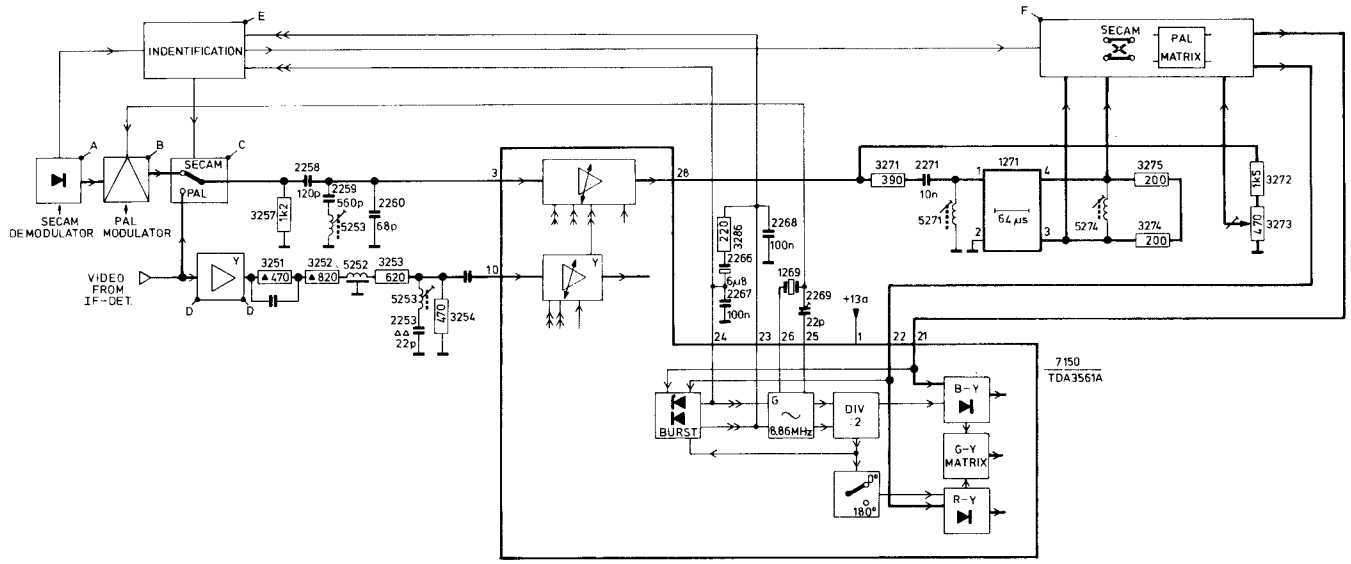

Fig. 5-2
5.3 Chrominanzschaltung für PAL/SECAM (Bild 5.2)